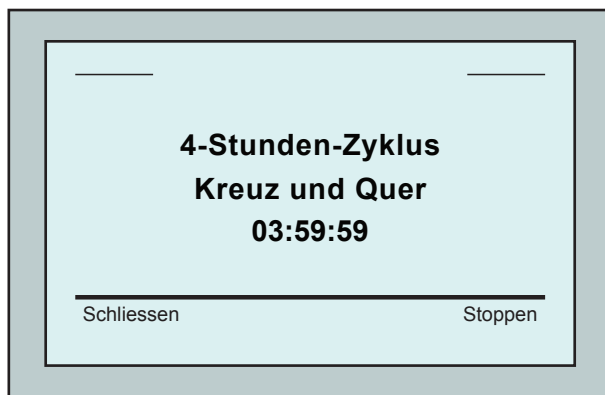

Abbildung 4: *Countdown* – Bildschirm für 4-Stunden-Zyklus
Drücken Sie im *Countdown*-Bildschirm auf die Taste **Sperren** (Abbildung 4).
- Drücken Sie im *Countdown*-Bildschirm (Abbildung 4) auf die Taste **Stoppen**.